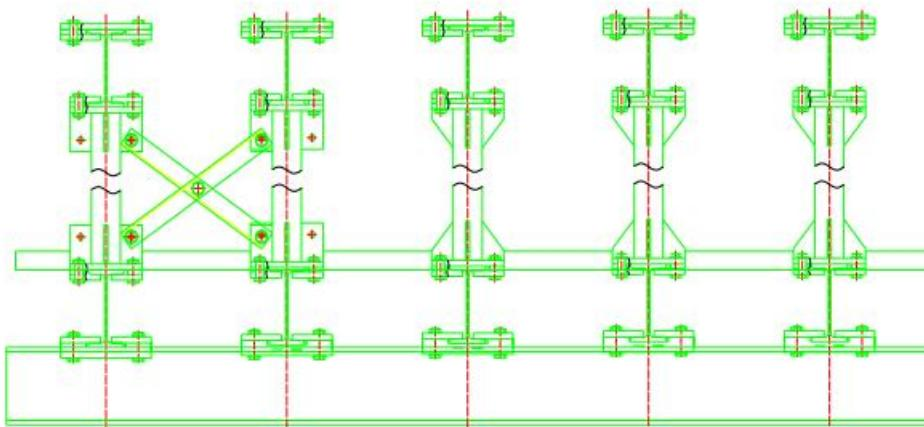

图 4
- 3、在地上铺设好 4 根枕木高度要一致，然后把两根长为 8 米的工字钢放在上面组对，组对时要注意接口平整，然后对其焊接。用同样的方法把剩余的两根工字钢组队好。然后调整手拉葫芦的位置，利用手拉葫芦把组对好的两根工字钢提升至刚才挂好的钢结构上，利用压板和螺栓固定牢固。如图 4 所示。